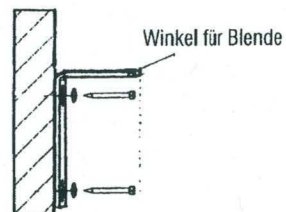

Abb.2 Trägerposition anzeichnen (Wandmontage)
- bei Montage auf die Fassade (Wandmontage) Winkelblende nach Montage Abb.2 und 3 auf dem Winkel für Blende befestigen (nieten oder schrauben). Gegebenenfalls vorher seitliche Endkappen annieten.